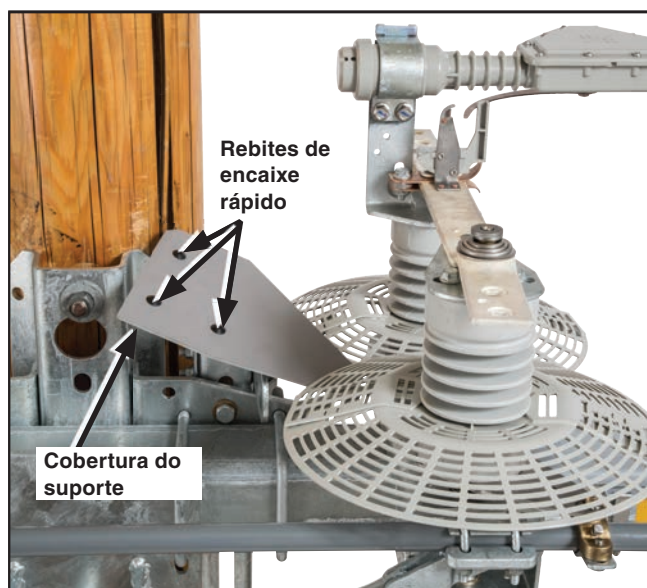

Figura 24. Cobertura do suporte de instalação ao poste.
- (e) Após a instalação dos discos de proteção de vida selvagem, instale a cobertura do suporte de instalação ao poste usando os rebites de encaixe rápido fornecidos. Ver Figura 24.